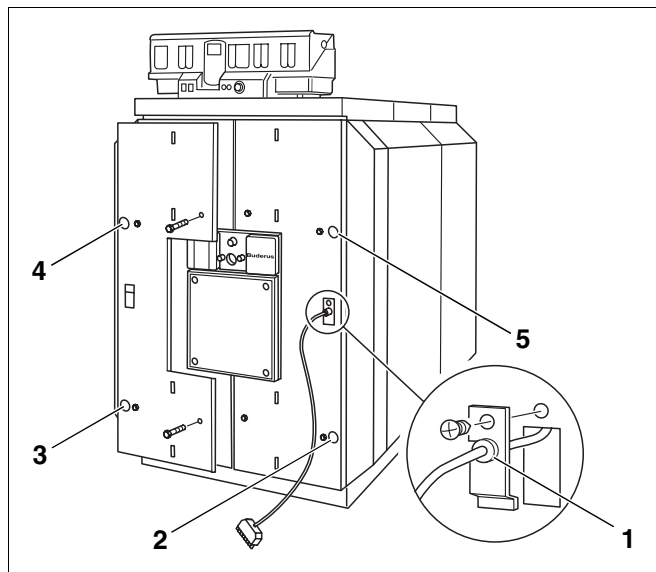

Fig. 57 Montarea mantăii pentru ușa arzătorului
- Cablul arzătorului împreună cu protecția la smulgere se introduc în spațiul de trecece al cablului (fig. 57, **poz. 1**).
- Îmbrăcămintea ușii arzătorului se așează din față pe ușa arzătorului și se fixează de aceasta cu patru șuruburi mecanice (fig. 57, **poz. 2 bis 5**).